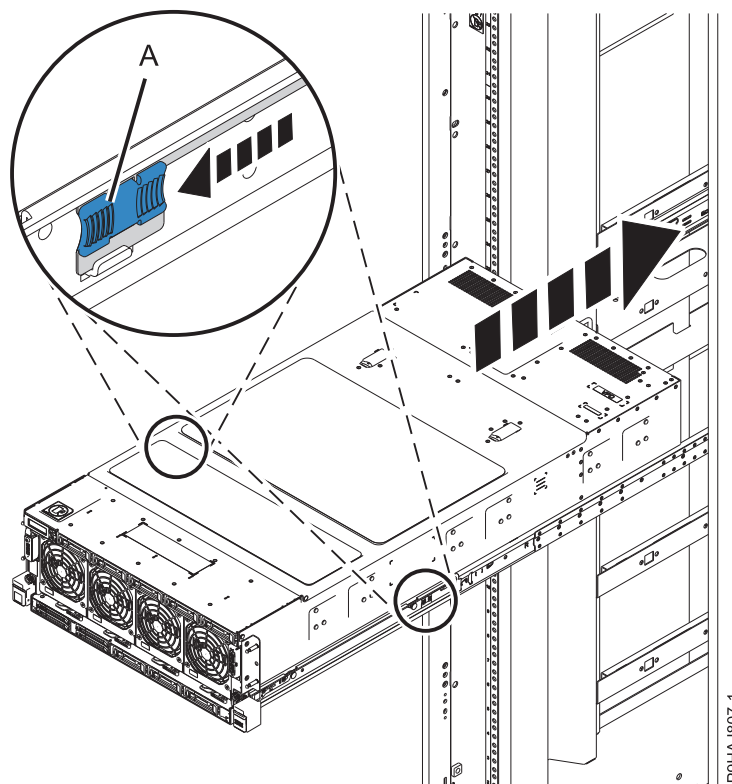

図 20. レールの中央にあるラッチを解放し、システムをラックに押し入れる
6. ラックの前面に移動します。レールの中央にあるラッチ (A) を解放し、システムをラック中ほどまで押し込みます (22 ページの図 20 を参照)。
8. レールの中央にあるラッチ (A) を再度解放し、ラックの残り半分にシステムを押し込みます (図 20 を参照)。